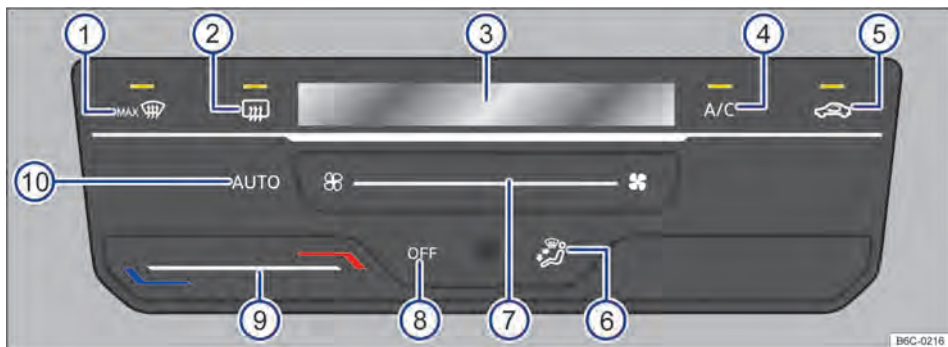

Fig. 81 Comandos do Climatronic.
- *Climatronic*: tocar na superfície de função OFF → Fig. 81 (8)
Ao tocar na superfície de função **AUTO** → Fig. 81 (10) é possível ligar o modo automático do Climatronic.
O modo automático garante temperaturas constantes no interior do veículo. A temperatura do ar, o volume de ar e a distribuição de ar são regulados automaticamente. O funcionamento automático se desliga quando a ventilação é alterada manualmente → Fig. 81 (7) ou com a alteração da distribuição de ar através da superfície de função → Fig. 81 (6).
- *Climatronic*: tocar na superfície de função **A/C** → Fig. 81 (4) para ligar e desligar o funcionamento da refrigeração.
- *Climatronic*: deslizar o dedo sob a superfície de função → Fig. 81 (9).
No display do Climatronic → Fig. 81 (8) é indicada a temperatura ajustada.
- *Climatronic*: deslizar o dedo sob a superfície de função → Fig. 81 (7).
- *Climatronic*: tocar na superfície de função → Fig. 81 (5).
- *Climatronic*: tocar na superfície de função → Fig. 81 (6) para posição desejada, a distribuição selecionada será indicada no display (3).
- *Climatronic*: tocar na superfície de função  → Fig. 81 (1).
- *Climatronic*: tocar na superfície de função  → Fig. 81 (2).